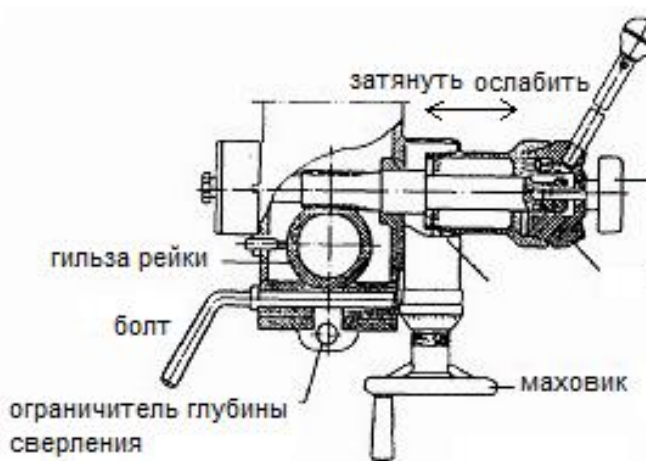

Рис. 2
(1) Подготовка к сверлению (см. Рис. 2) (без авто подачи)
2) Подготовка к фрезерованию (см. Рис.2) (без автоматической подачи)